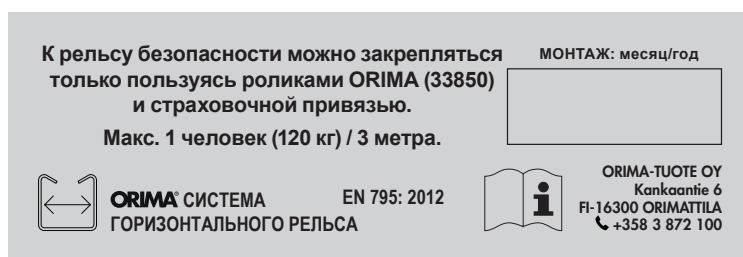

Рис. 5 Маркировка для системы горизонтального рельса
- Информация, указанная в паспортной табличке к системе горизонтального рельса читаема. (рис. 5).